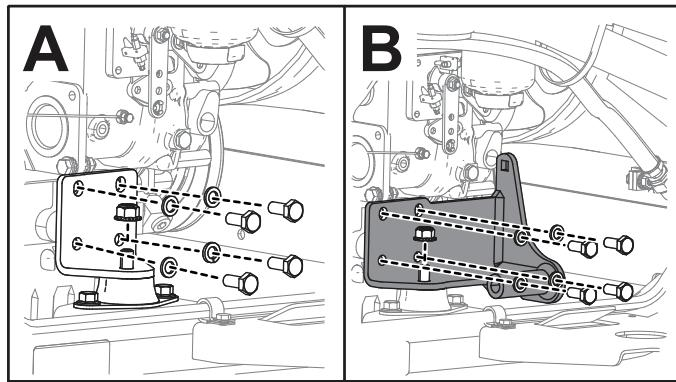

Figura 6
1. Rimuovete la staffa che fissa il motore al telaio come illustrato nella casella A della Figura 6.
2. Montate la staffa della pompa a ingranaggi utilizzando i bulloni, le rondelle e il dado rimosso in precedenza, come illustrato nella Casella B della Figura 6.